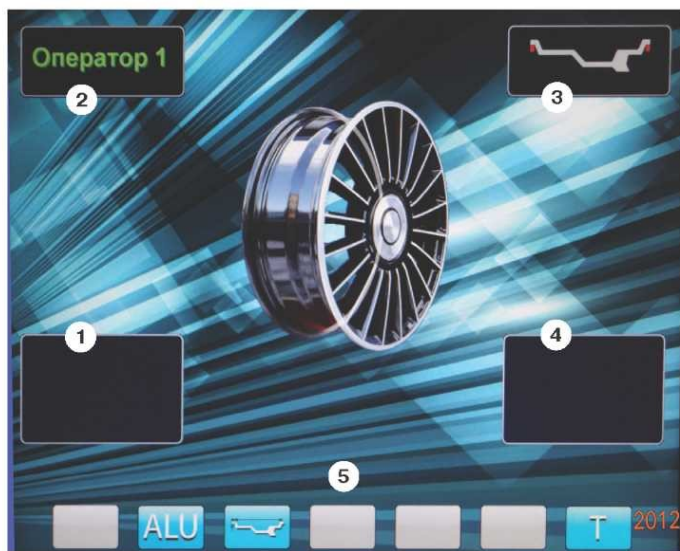

рис.8.2.
8.3. После включения питания СБ на экране монитора отображается фирменная заставка, которая через несколько секунд сменяется отображением экрана основного рабочего режима (рис. 8.2).
12.2. При включении СБ программа измерения дисбаланса настраивается таким образом, что дисбаланс менее 5 г (заводская установка) на любой плоскости коррекции не показывается, в этом случае в окнах 1 и 4 (рис. 8.2) высвечиваются «OK». Минимальный дисбаланс отображающийся в окнах 1 и 4 равен 5 г. Дисбаланс, превышающий 5 г, округляется до величины кратной 5, т. е. дисбаланс 9, 10, 11 и 12 г отображается цифрой 10, дисбаланс 13, 14, 15, 16 и 17 г - цифрой 15 и т. д. Для просмотра неокругленного значения дисбаланса или дисбаланса менее 5 г. необходимо нажать кнопку «<>», при этом в окнах 1 и 4 на 2-3 сек высвечиваются фактические значения дисбаланса, определенные в данном запуске.
12.3.4. Для проверки результатов балансировки снова запустите СБ. Если колесо отбалансировано правильно, на индикаторах 1 и 4 (рис. 8.2.) отображаются символы «ОК».